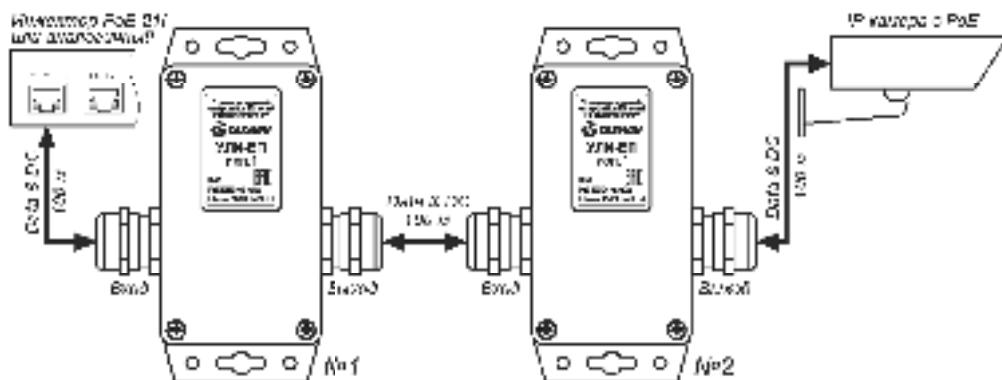

Рис.4 Пример удлинения сегмента сети Ethernet с питанием PoE
- Connect the «Exit» cable of the ULI-EP extender with PoE port 1 with a PoE port or a RJ45 port of the subsequent ULI-EP inst.1 in a chain of extenders (see Fig.4).
- Connect the «Data» port of the PoE injector with 4-pair UTP cable with the computer port (see Fig.4).
- Возможно увеличение расстояния линии связи для передачи данных по сети Ethernet к питанию по технологии PoE до 300 или 400 метров при подключении 2 или 3 изделий, соответственно (см. рис.4).